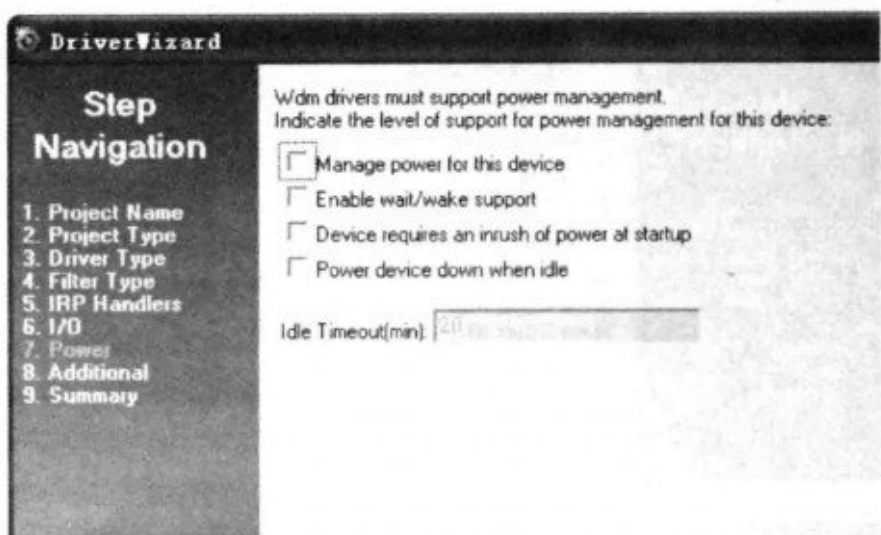

图 10.2.7 配置电源管理
(7)配置电源管理。电源管理使用向导的默认值即可,如图 10.2.7 所示。